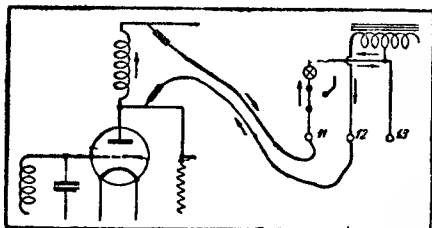

Рис. 8
При употреблении прибора для проверки монтажа можно, по желанию, пользоваться в качестве индикатора лампочкой или телефоном, если сопротивление испытываемой части схемы или детали велико. Примерная схема такого испытания изображена на рис. 8. Включение различных индикаторов производится переключателем (9). Соединительные провода присоединяются к тем же клеммам, что и при работе зуммера.